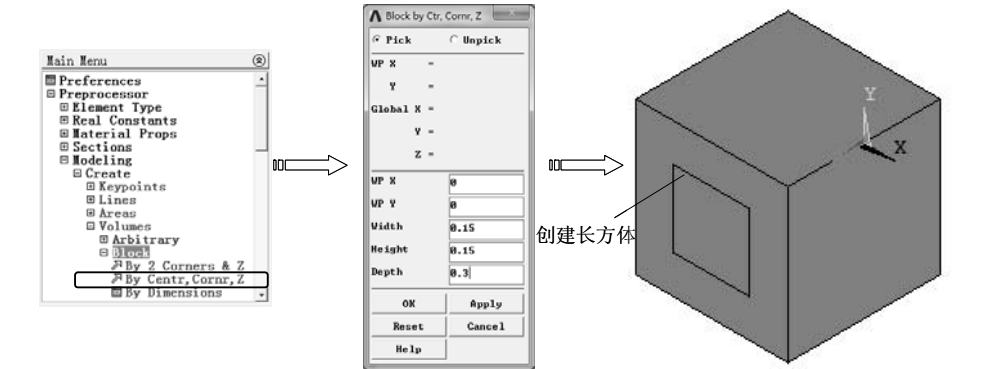

图 8-91 通过中心和角点创建长方体
4) 选择“Main Menu>Preprocessor>Modeling>Create>Volumes>Block>By Centr, Cornr, Z”命令，弹出“Block by Ctr, Cornr, Z”对话框，在“WP X”和“WP Y”文本框中心的 X、Y 坐标（0，0），在“Width”“Height”“Depth”文本框中输入长 0.15、宽 0.15、高 0.3，单击“OK”按钮创建长方体，如图 8-91 所示。